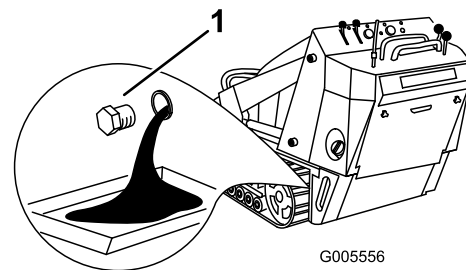

Figura 39
4. Retire el tapón de vaciado (Figura 39).